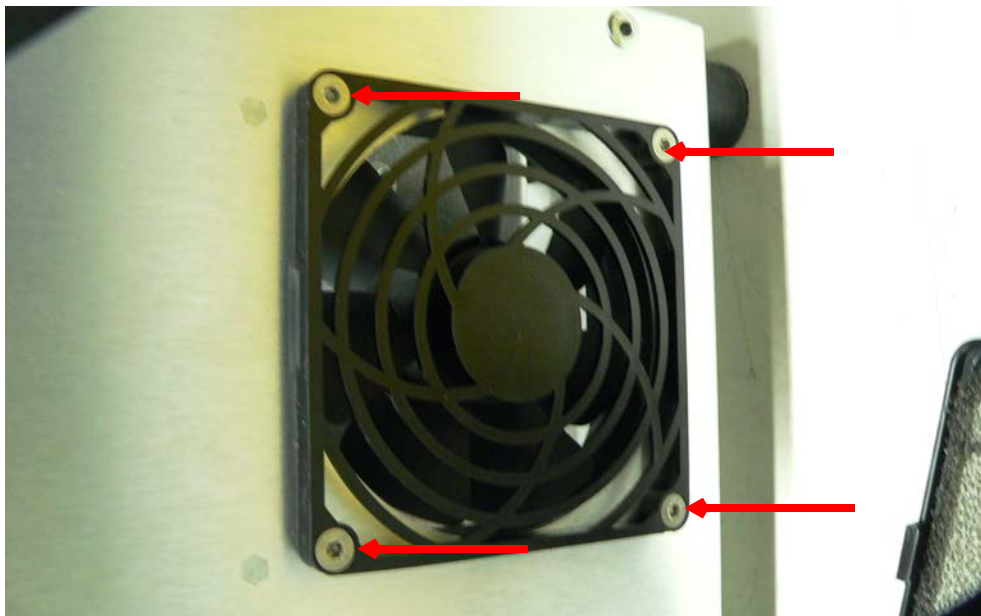
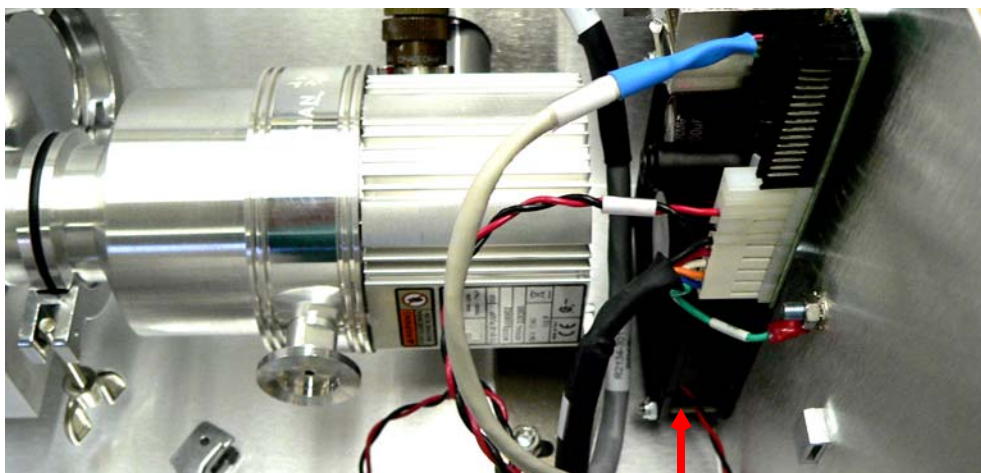

图 B-12 风扇外部螺丝
图 B-13 风扇垫圈/螺母/垫片
6. 卸下设备外侧的四 (4) 颗 M2.5 螺丝 (图 B-12), 固定设备内测的各配套螺母。确保一旦松开后, 每套垫圈/螺母/垫片不会滚入设备内 (图 B-13)。